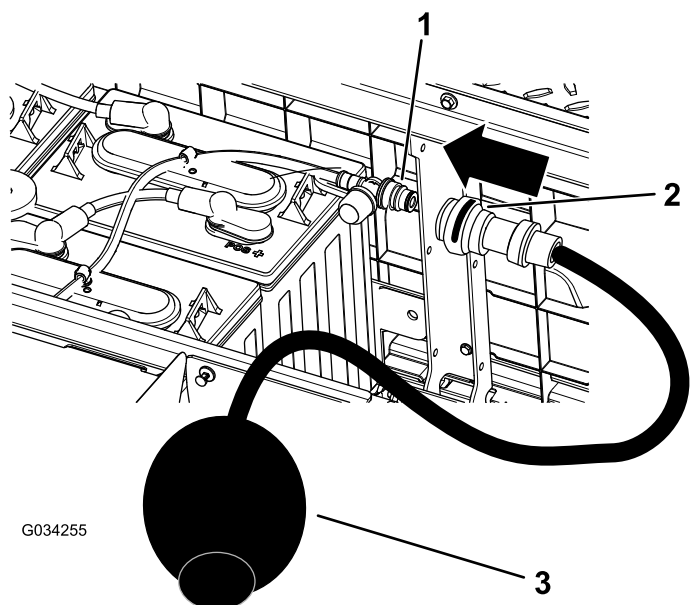

Figura 39
4. Conecte su bomba de agua manual Toro al orificio de llenado de agua (Figura 39).